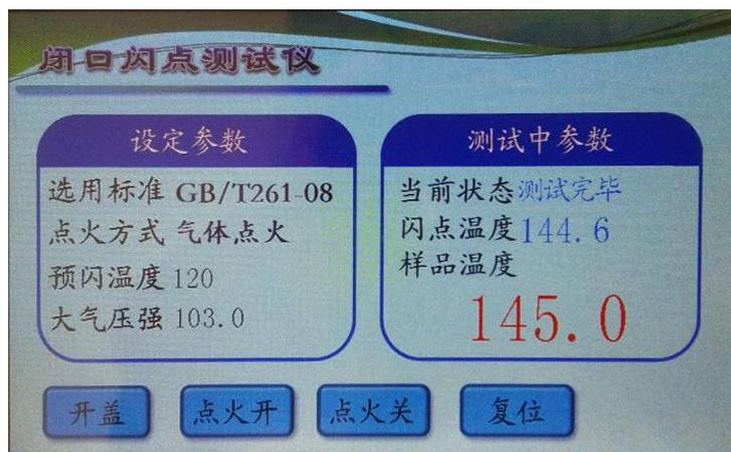

图 6
(11) 自动测试过程中按<开盖>键此时仪器自动开盖点火一次（调试查看用）可随时检查试样的闪火值，可检查所设温度是否适中。
(12) 当达到闪点值时自动扑捉闪点值，液晶屏幕锁住当前温度值，并自动存储相关内容见图 6：